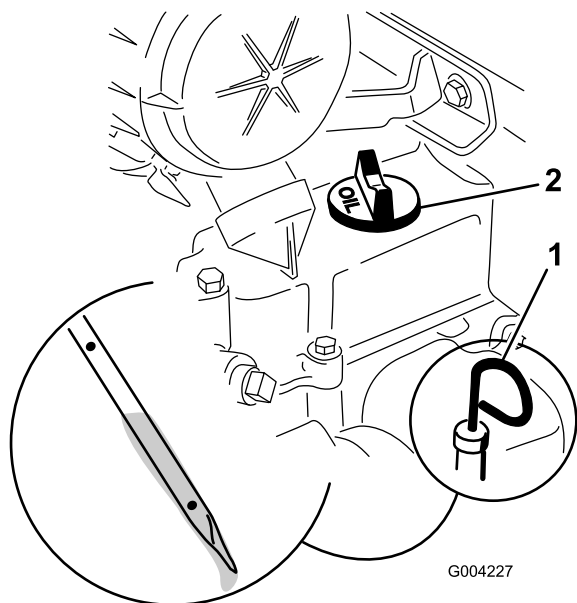

Figura 15
3. Se il livello dell'olio è basso, togliete il tappo di rifornimento (Figura 15) e versate dell'olio fino a portarne il livello alla tacca Full sull'asta.